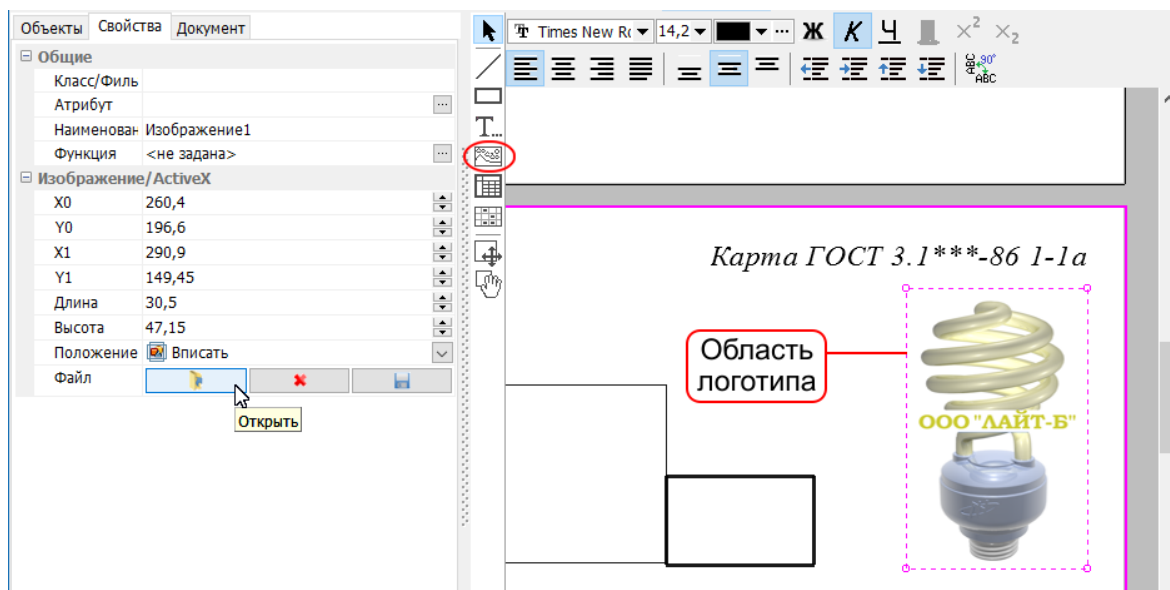

Рис. 10.57. Добавление рисунка в шаблон отчёта
- на вкладке **Свойства** (Рис. 10.57) нажать кнопку **Открыть** и в **Проводнике** выбрать файл логотипа;